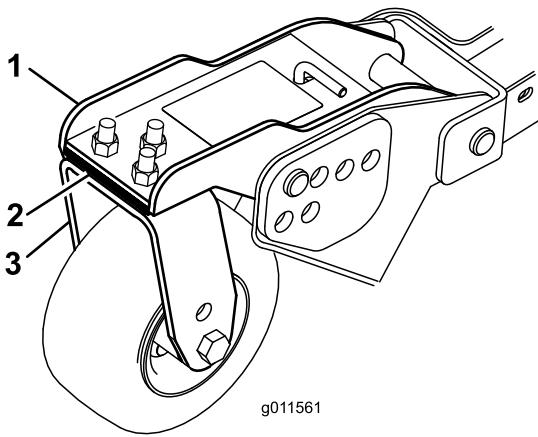

Figura 79
1. Togliete le viti a testa cilindrica e i dadi che fissano il braccio della ruota orientabile alla forcella (Figura 79).